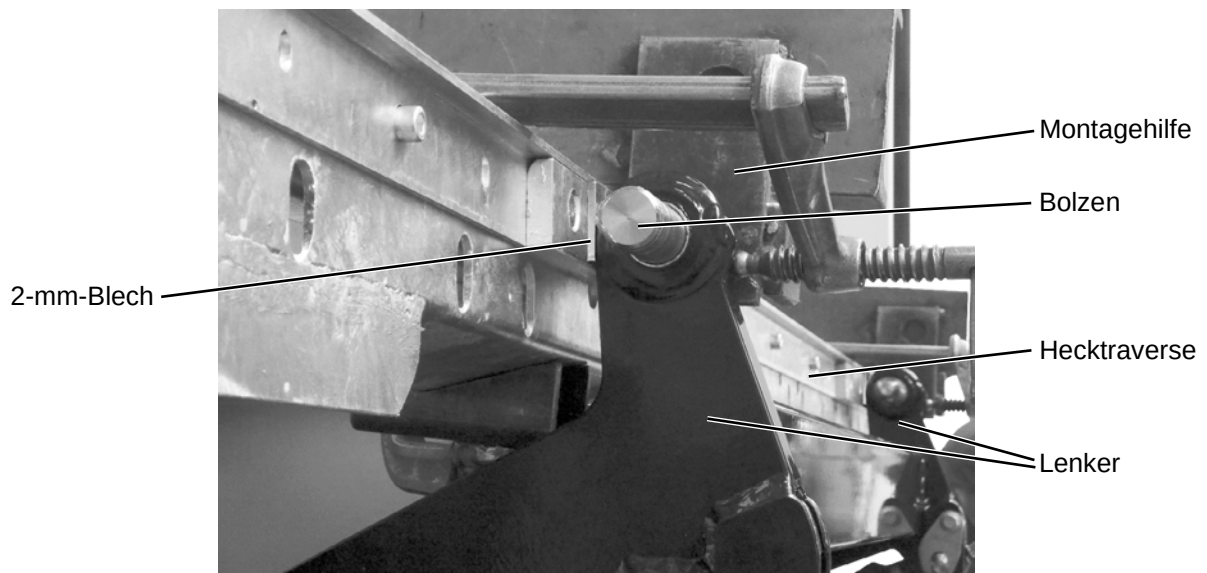

Abbildung 16: 2-mm-Distanzbleche bei Montage einer beschichteten Plattform
- Legen Sie zwischen den Lenkern des Torsionsrahmens und dem Aufbau 2-mm-Bleche als Abstandshalter ein (siehe Abbildung 16).
- ▶ Entfernen Sie die Bolzen zwischen den Lenkern und den Montagehilfen (siehe Abbildung 16, Seite 37).